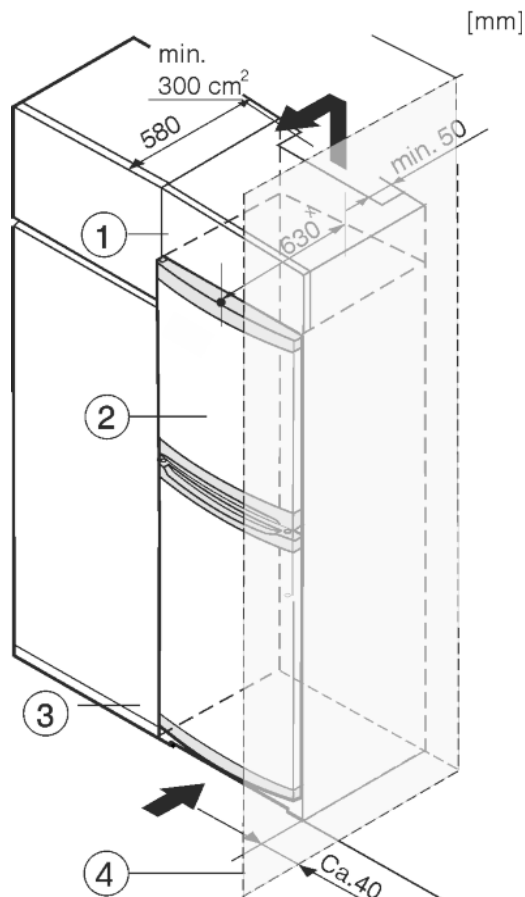

Fig. 7
L'apparecchio può essere incassato in mobili da cucina. Per adattare l'apparecchio Fig. 7 (2) all'altezza della cucina componibile, è possibile applicare sopra l'apparecchio un mobile da appoggio Fig. 7 (1).
Si la cocina posee armarios (profundidad máx. 580 mm), el aparato se puede colocar directamente junto al armario de cocina Fig. 7 (3). El aparato sobresale 34 mm x por los lados y 50 mm x en el centro del aparato respecto al frente del armario de cocina.
Se l'apparecchio con cerniere viene installato accanto ad una parete Fig. 7 (4), la distanza minima fra l'apparecchio e la parete deve essere almeno di 40 mm, che corrisponde alla sporgenza della maniglia con la porta aperta.